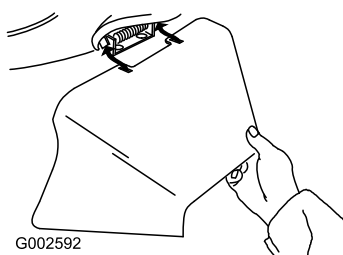

Figure 28
- Montez l'éjecteur latéral et rabattez le volet sur l'éjecteur (Figure 28).